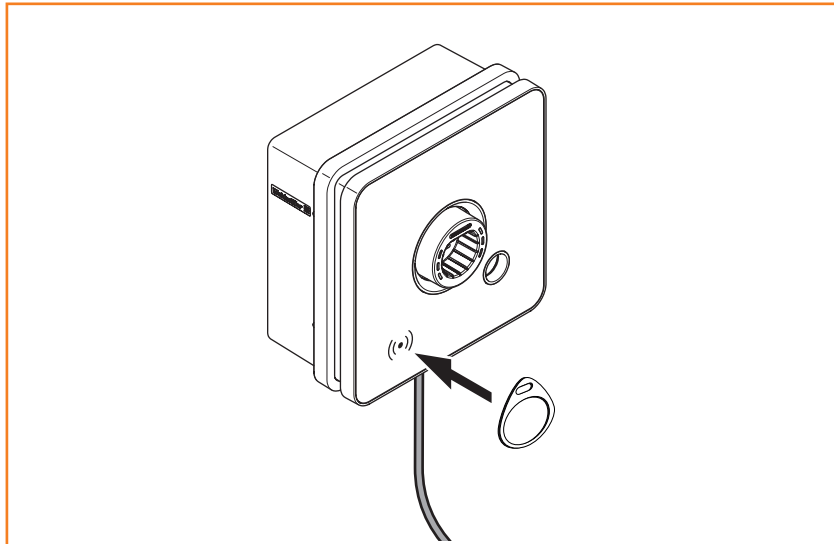

Bild 7 Authentifizieren mit der RFID-Transponder
- ▶ Halten Sie einen freigeschalteten RFID-Transponder vor den RFID-Leser am Produkt (siehe Bild 7).